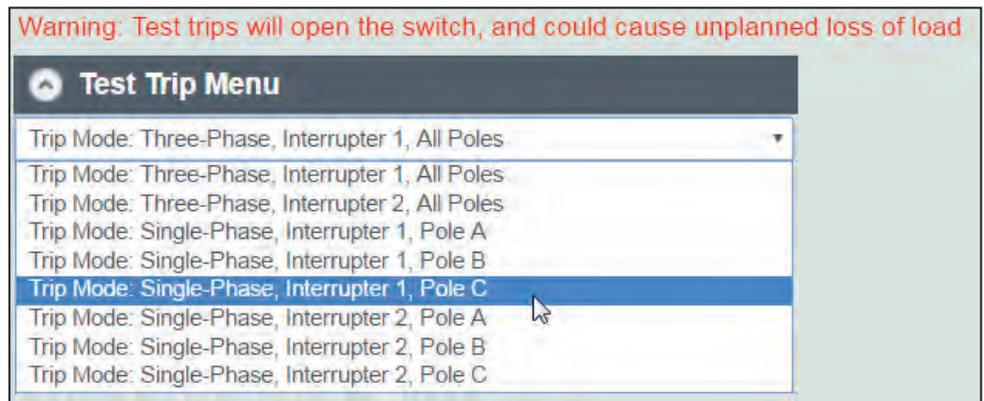

Figura 41. Menú de Test Trip (Prueba de Disparo).
PASO 1. Dé un clic en la pestaña **Test Trip (Prueba de Disparo)** y seleccione el menú de **Test Trip**. Del menú desplegable, seleccione el modo de disparo deseado para la configuración. Solamente está disponible la prueba de disparo trifásica para interruptores de falla de tres polos y solamente la prueba de disparo monofásica para interruptores de falla monofásicos. Veala Figura 41. Aparecerá un menú de confirmación solicitando “Ingresar el comando de la Prueba de Disparo, ¿OK para continuar?”